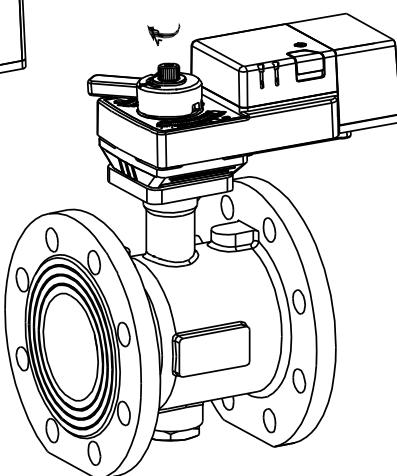

图 6
(4)如图 6，旋上螺帽，手动拧紧即可，即完成球阀执行器与阀体的连接。